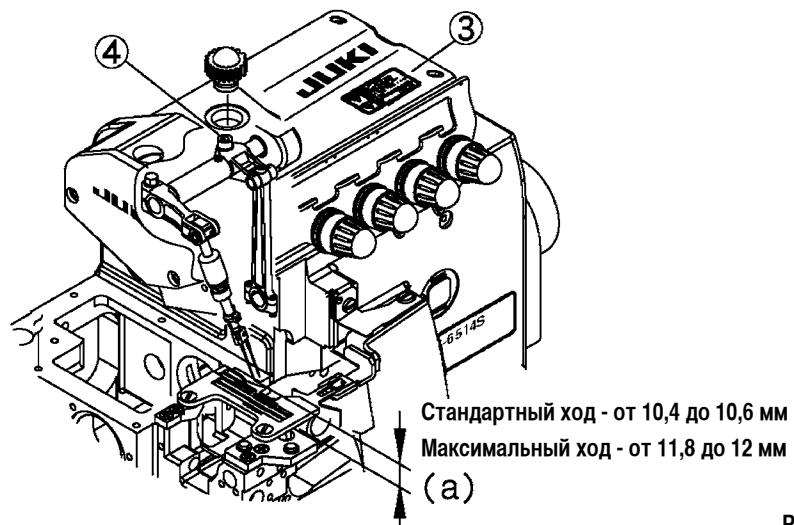

Рис. 33
- (a) - расстояние от конца иглы до поверхности игольной пластиинки, когда игла поднимается к наивысшей точке после поворота шкива. (Рис. 33)
- Откройте и удалите верхнюю крышку ③.
- Ослабьте винт ④ и переместите игольницу на нужную высоту. Затем затяните винт ④.
- Установите верхнюю крышку ③ на место, и плотно закройте ее.